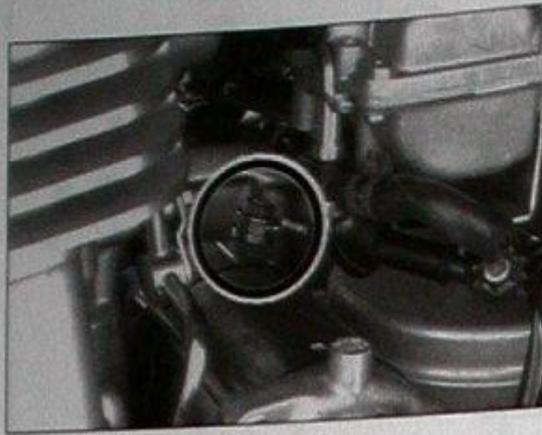
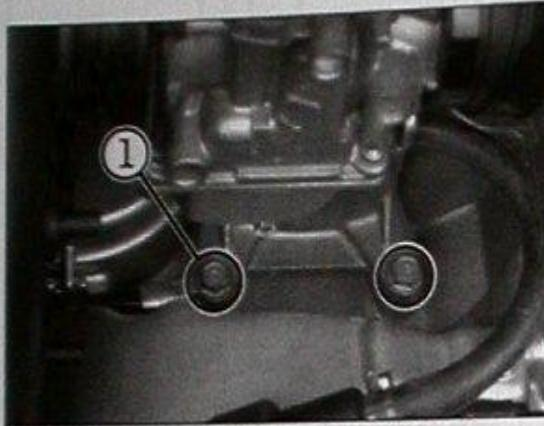

Bild 118
Bild 119
- Pluskabel (Bild 118) vom Starter trennen, zwei Befestigungsschrauben (Bild 119) herausdrehen.
- O-Ring geölt in Nut des Frontdeckels einsetzen, Starter von rechts einsetzen. Befestigungsschraube ① Bild 119 mit Massekabel anschliessen.